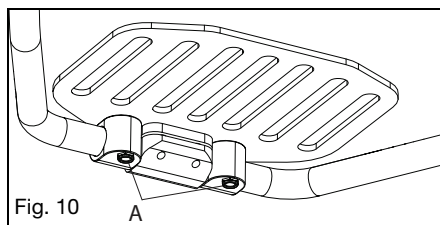

Fig. 10
1. Desaperte com uma chave de Allen de 4 mm os dois parafusos (Fig. 10:A) que fixam a placa de pé à braçadeira. Não retire os parafusos da placa de pé. Quando estiver solta, a placa de pé irá rodar facilmente em redor do tubo de extensão do apoio dos pés.
2. Escolha a posição desejada e aperte novamente os dois parafusos M6 (Fig. 10:A) até 80 pol./lbs (9,04 N*m).